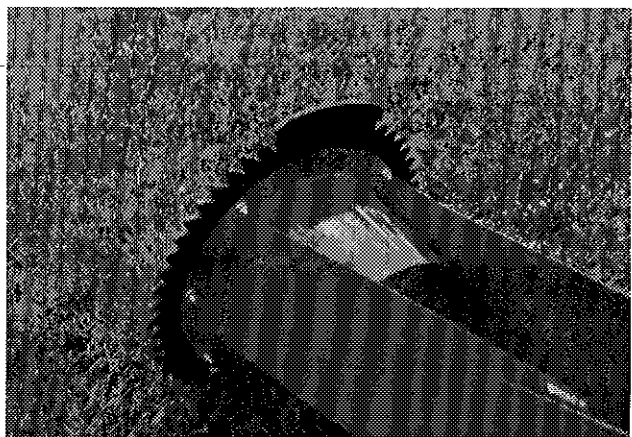

Figure 28
- 1) Boulonner la roue d'engrenage à 37 dents sur la chute de façon à ce que la partie non dentelée soit du côté ouvert de la chute (Fig. 28).